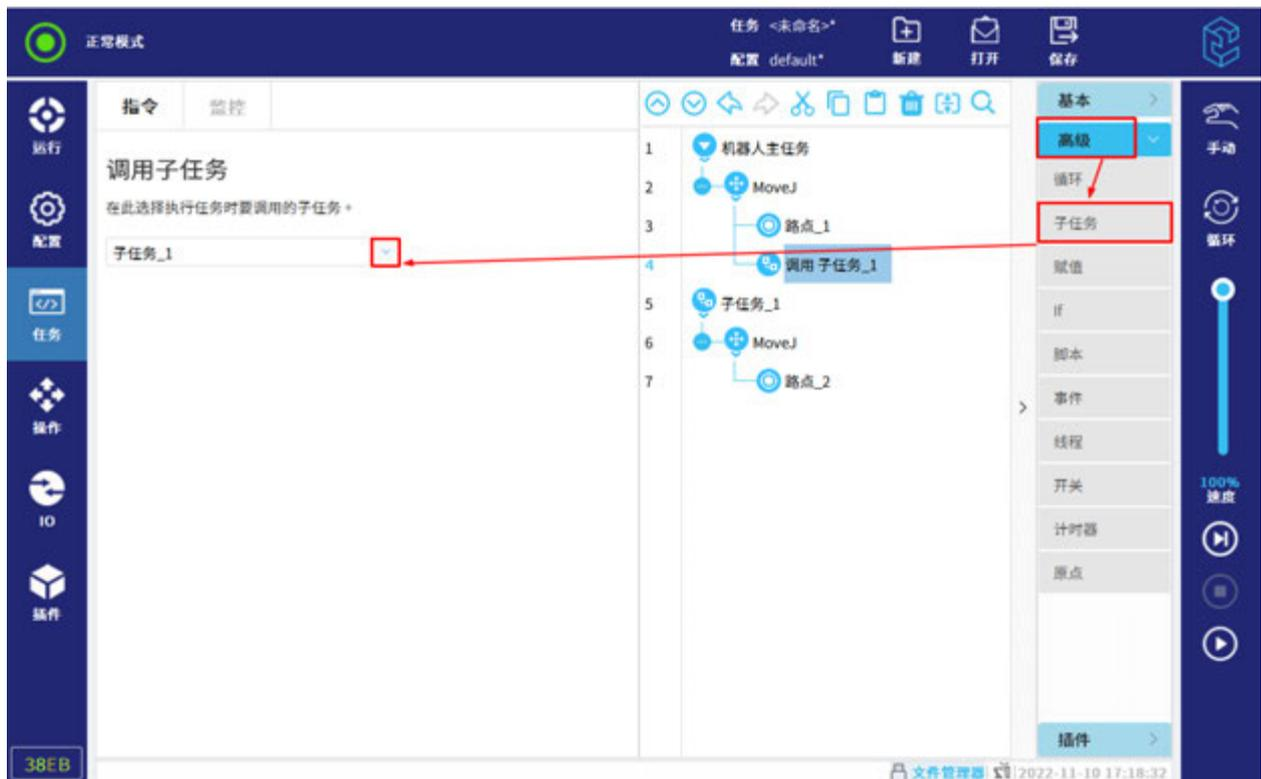

図 12-20 サブタスクの呼び出し
2. タスクツリーの「呼び出し」をクリックして、「新規作成」をクリックする、または既存のサブタスクファイルを図 12-20 に示すように選定する。